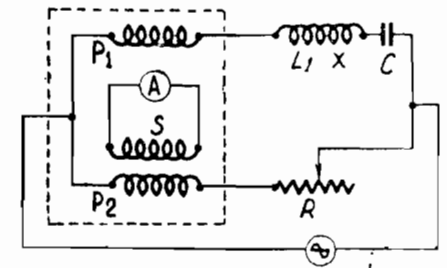

Figure 6
c) Méthode d'opposition (fig. 6).